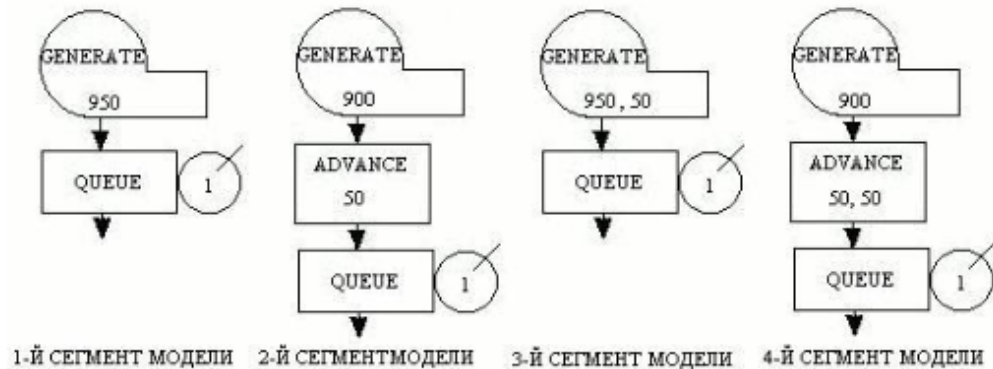

Рис. 1
6. В дереве чертежа задать новые имена видов (**Рис. 1, Рис. 2, Рис.3**). Для этого щелкнуть ЛКМ по названию вида, нажать на кнопку F2 и ввести новое имя.
9.1. Сделать текущим вид Рис.1.
Задание 1. Посмотрите на модель, состоящую из четырех сегментов на рис. 1.